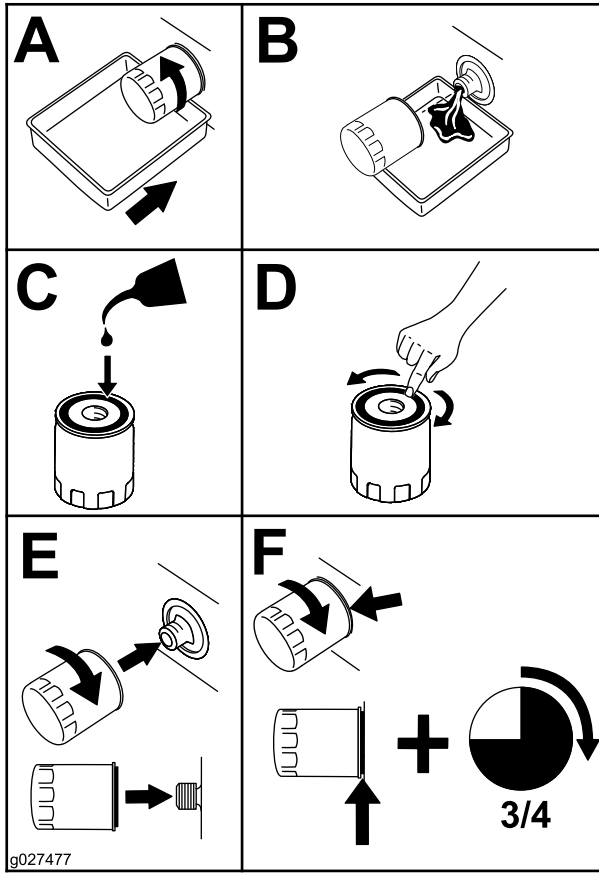

Figure 60
2. Remplacez le filtre à huile moteur (Figure 60).